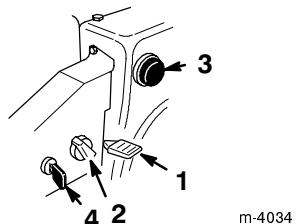

Figure 13
- **Clé de contact** (Fig. 13)—Insérez la clé dans le commutateur d'allumage avant de mettre le moteur en marche à l'aide du lanceur. Pour couper le moteur, retirez la clé de contact.
- **Commande des gaz** (Fig. 13)—Déplacez la manette vers le haut pour augmenter le régime du moteur, ou vers le bas pour le réduire.
- **Starter** (Fig. 13)—Pour mettre en marche un moteur froid, tournez la commande de starter en position Maxi (Full). Au fur et à mesure que le moteur se réchauffe, ramenez petit à petit la commande en position Arrêt.
- **Amorceur** (Fig. 13)—
4. Tournez le starter en position Maxi (Full), Fig. 13.
6. Insérez la clé de contact (Fig. 13).
8. Dès que le moteur à démarré, tournez le bouton de starter (Fig. 13) sur la position 3/4.
2. Réglez la manette des gaz sur "lent" (Fig. 13).
3. Retirez la clé de contact (Fig. 13).